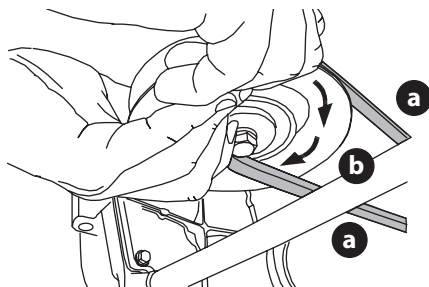

Figure 42
- d. Tout en maintenant la courroie de la PDF (a) vers le bas, continuez à faire tourner la poulie de la PDF (b) jusqu'à ce que la courroie de la PDF (a) se déroule de la poulie de la PDF (b) (Figure 42).
8. Tirez le côté droit de la courroie de la PDF vers l'arrière, puis placez le côté en « V » étroit de la courroie de la PDF dans la poulie de la PDF (Figure 42 à la page 106).
9. Tout en tenant ensemble la courroie et la poulie de la PDF, faites tourner la poulie de la PDF vers la gauche (Figure 42 à la page 106). Continuez à tenir et à faire tourner la poulie et la courroie de la PDF jusqu'à ce que la courroie de la PDF soit complètement enroulée dans la poulie de la PDF.